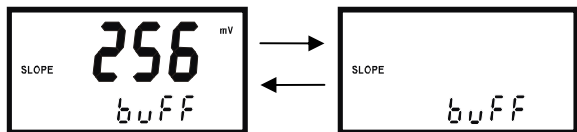

图 7-8
3、86mV 校准完成后，将电极从 86mV 标准缓冲液中取出，清洗干净并用滤纸吸干，然后将电极插入 256mV 标准缓冲液中，轻轻搅拌几下。等仪器显示数值稳定，按 CAL 键，仪表有测量数字闪烁，且屏幕左侧有 SLOPE 显示，仪表显示如图 7-8 所示：